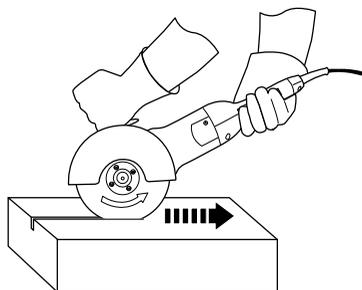

Fig. 21
6. Guie o produto de forma constante na direção da seta para completar a ação de corte (Fig. 21).